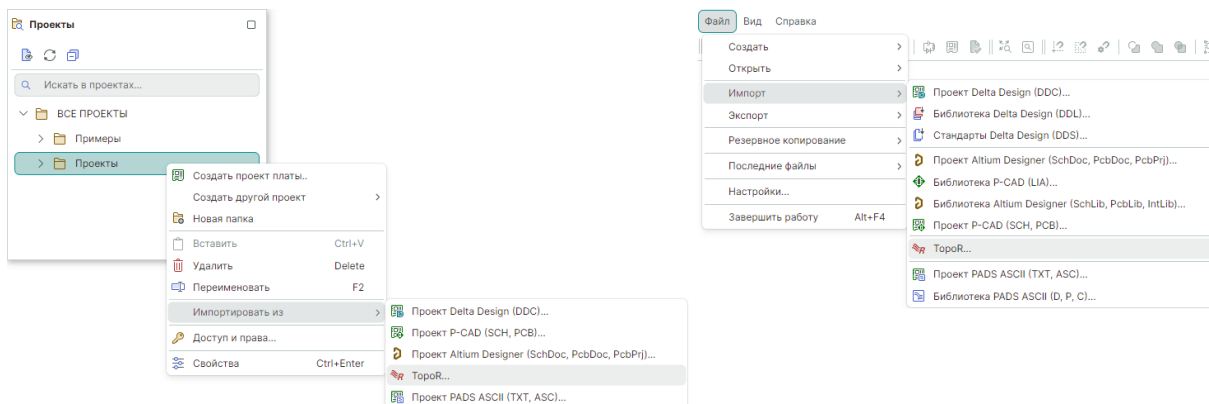

Рис. 64 Вызов импорта проекта платы ТороR
1. Вызовите мастер импорта из главного меню → «Файл» → «Импорт» → «ТороR...» или с помощью контекстного меню, вызванного с любой папки панели «Проекты» → «Импортировать из» → «ТороR...», см. Рис. 64.